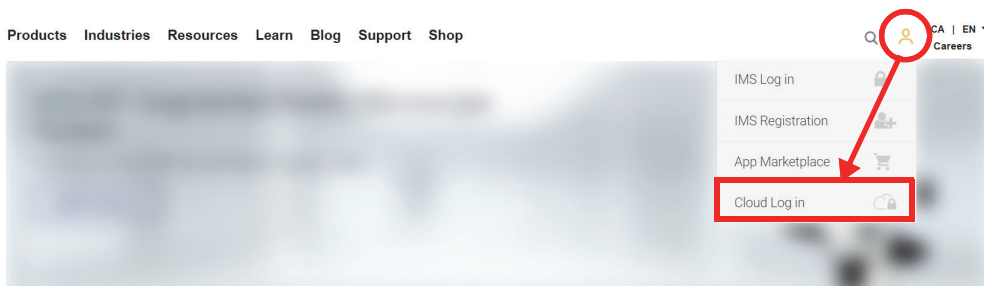

Figura 9-5 Acceso a la nube
- Si necesita crear una nueva cuenta en la OSC, diríjase a [www.olympus-ims.com](http://www.olympus-ims.com), y haga clic en **Iniciar sesión en nube** (Cloud Log In) para crear su cuenta (ver Figura 9-5 en la página 245).